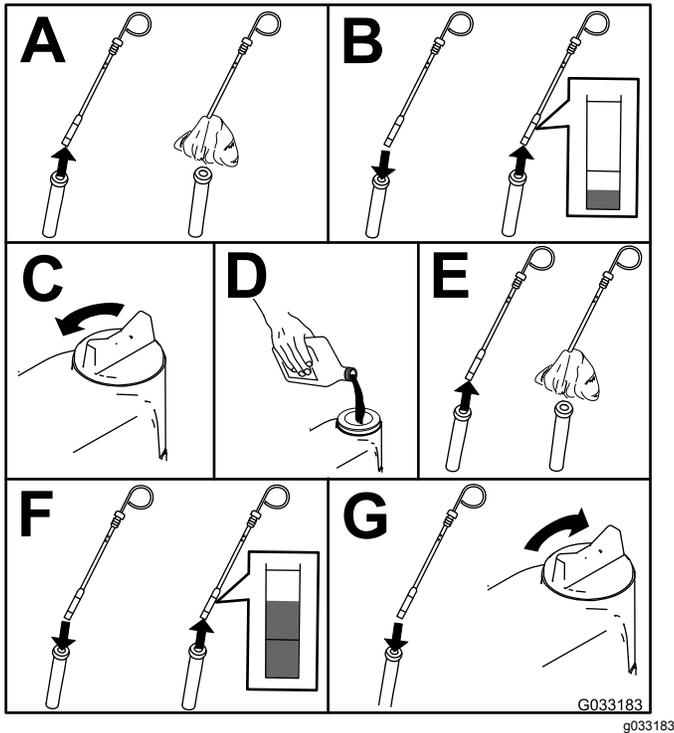

Рисунок 54
2. Проверьте уровень масла в двигателе (Рисунок 54).